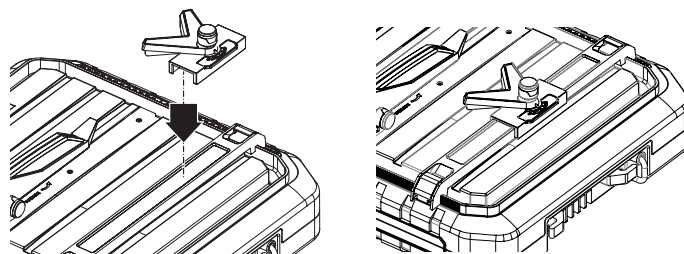

Рис. 10
- Для удобства резки под различными углами, используйте угловой упор (Рис.10).